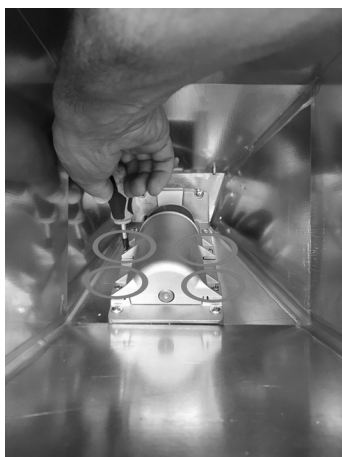

Fig. 88 - Rimozione viti
- Entrare dal serbatoio e svitare le 4 viti del guscio della coclea (vedi **Fig. 88**).